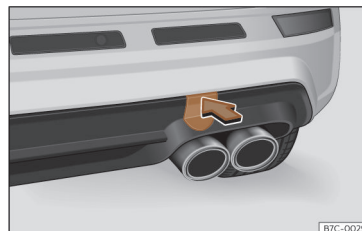

Fig. 43 No lado direito do para-choques traseiro: retirar a tampa.
O alojamento para a argola de reboque enroscável encontra-se na parte direita do para-choques traseiro, atrás de uma tampa »» Fig. 43.
- Pressione a zona superior da tampa »» Fig. 43 para desenganchá-la.